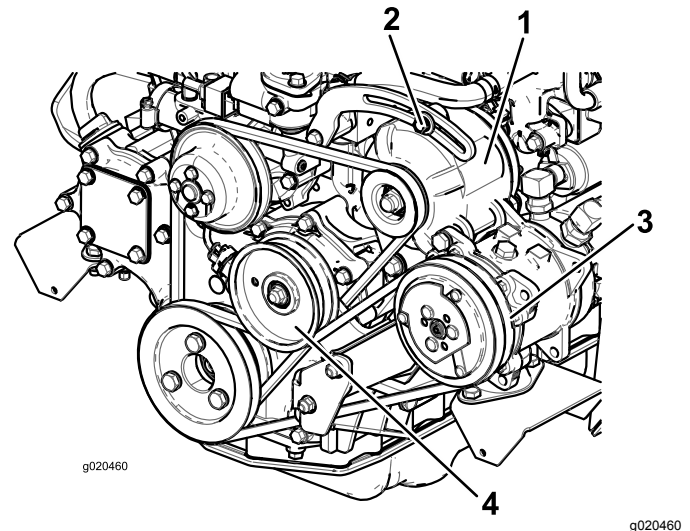

Figura 76
Si la desviación no es de 10 mm, afloje los pernos de montaje del alternador (Figura 76).
- Si la desviación no es de 10 mm, afloje el perno de montaje de la polea tensora (Figura 76).